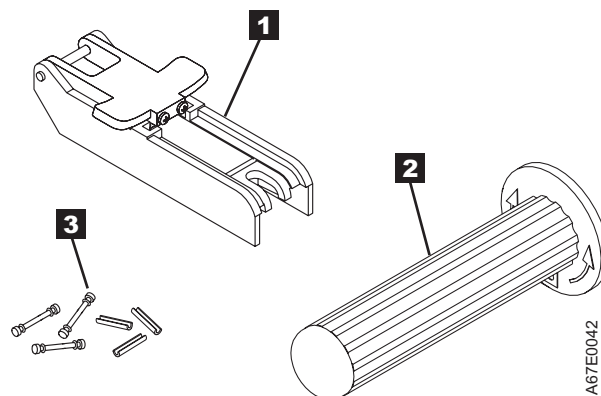

Рисунок 8-11. Комплект для ремонта кассеты
- **Приспособление для прикрепления ленты к штифту** (**1** в рис. 8-11 на стр. 8-15). Пластиковая скоба (рамка), которая удерживает открытой шторку кассеты.
- **Приспособление для перемотки кассеты вручную** (**2** в рис. 8-11 на стр. 8-15). Вставляется во втулку кассеты и позволяет перематывать ленту в кассету и из кассеты.
- **Поставка штифта** (**3** в рис. 8-11 на стр. 8-15). Штифты и зажимы.